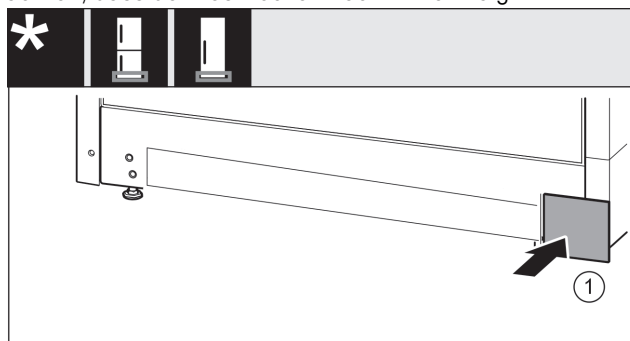

Fig. 16
- ▶ Abdeckung Fig. 16 (1) auf der anderen Seite wieder aufsetzen.